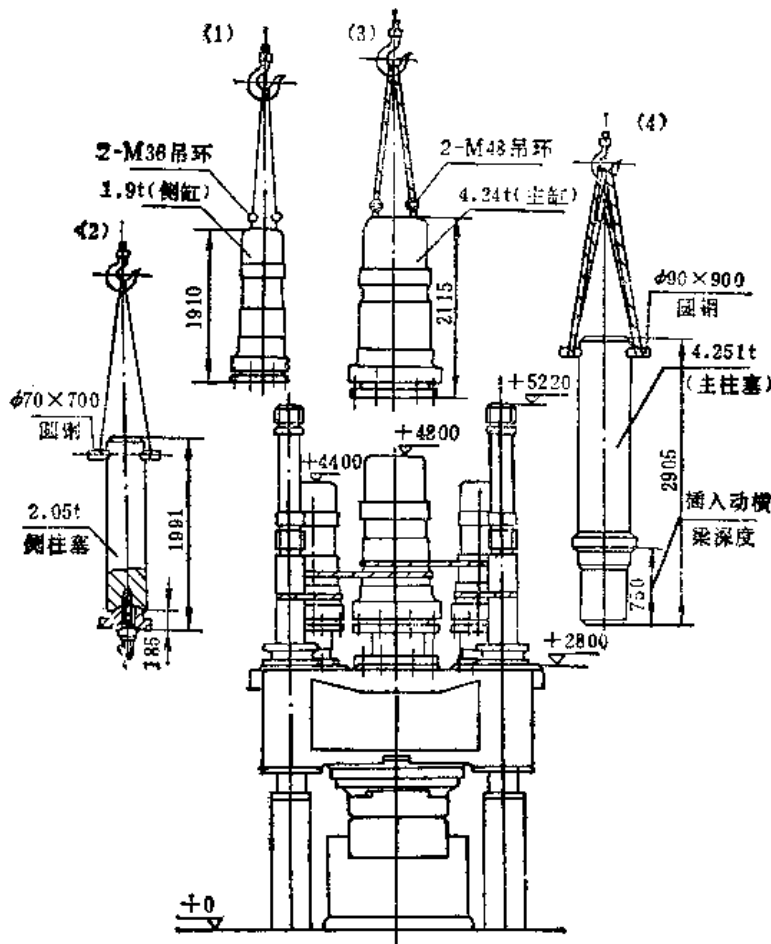

图13-2-20 拆吊主侧工作缸及柱塞
4) 拆吊主、侧工作缸及柱塞：如图 13-2-20 所示，先拆吊侧缸体，行车要吊平吊稳，松去安全绳，缓慢抽提，提升 1m 左右后停止，待侧柱塞用安全绳固定后，方可将侧缸吊出。接着起吊侧柱塞，此前要先拆去球形座与活动横梁的连接螺栓。